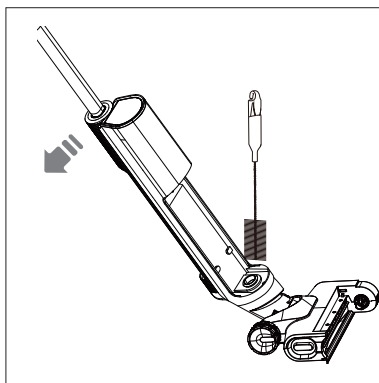

Fig. 19 – Nettoyer la conduite
- ▶ Nettoyez la conduite d'eau sale vers le pied de nettoyage avec la brosse de nettoyage fournie (**voir Fig. 19**).